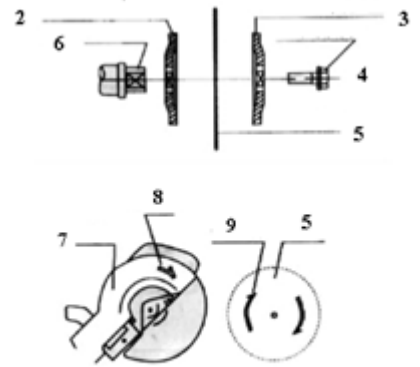

Рис. 1
1. Ослабьте винт (14) (A1) на плате защитного кожуха. (B26)
2. Поднимите прозрачный защитный кожух (12)(A1) в верхнее положение
3. Нажмите и удерживайте кнопку фиксации шпинделя (25) (A1). Медленно поворачивайте пильный диск по ходу вращения до его фиксации.
4. По часовой стрелке выкрутите болт (4 рис.1). Снимите наружный фланец (3 рис.1) и пильный диск (5 рис.1).
5. Установите пильный диск (5 рис.1) на внутренний фланец (2 рис.1).
6. Установите наружный фланец (3 рис.1). Убедитесь в правильности направления вращения (9) пильного диска (5 рис.1), согласно маркировке (8 рис.1) нанесенной на защитном кожухе (7 рис.1).
7. Закрутите болт (4 рис.1) вращением против часовой стрелки, удерживая кнопку фиксации пильного диска в нажатом положении. Установите и закрепите защитный кожух.